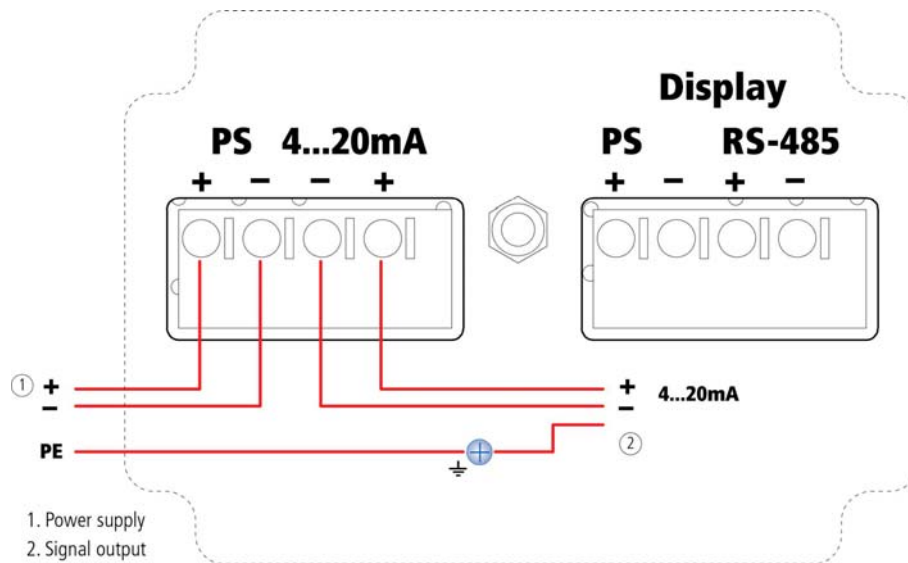

Figure 26 Schéma de câblage (câble à 4 fils 4...20 mA/Hart)
6. Insérez les extrémités du fil dans les bornes ouvertes conformément au schéma de câblage (voir *Figure 26* 4 fils 4...20 mA/Hart)